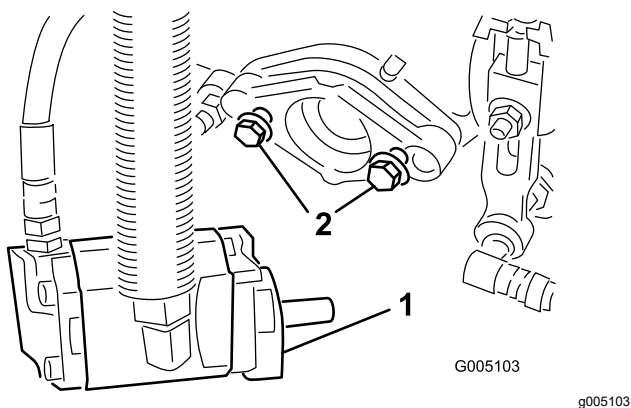

图9
- 确保每个滚刀驱动马达安装螺栓都有大约13mm的螺纹露在外面图9。
- 然后旋紧安装螺栓图9。